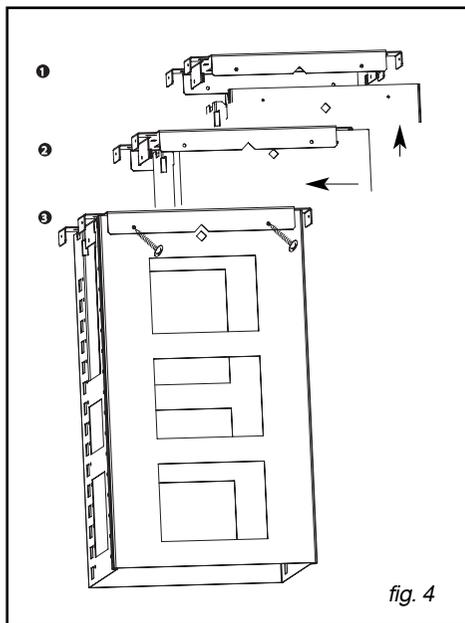

fig. 4
- Depois de devidamente encaixado o suporte da chaminé, aperte os 4 parafusos para manter o suporte do exaustor (fig. 4).